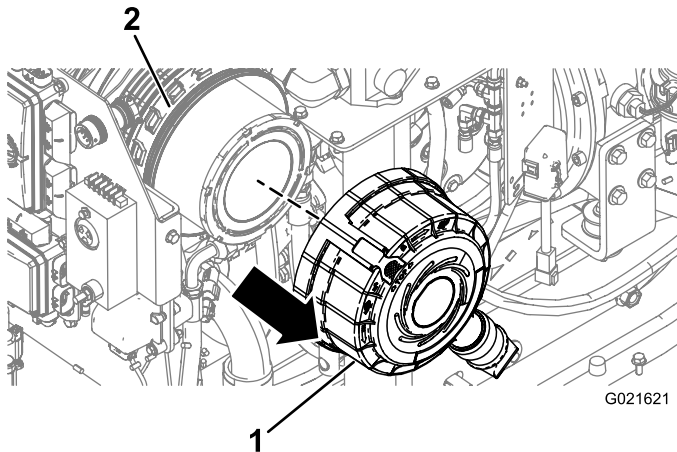

Bild 80
7. Ziehen Sie die Luftfilterabdeckung vom Luftfiltergehäuse weg und nehmen Sie die Abdeckung ab (Bild 80).
3. Richten Sie die Luftfilterabdeckung und das Filtergehäuse zueinander aus (Bild 80).